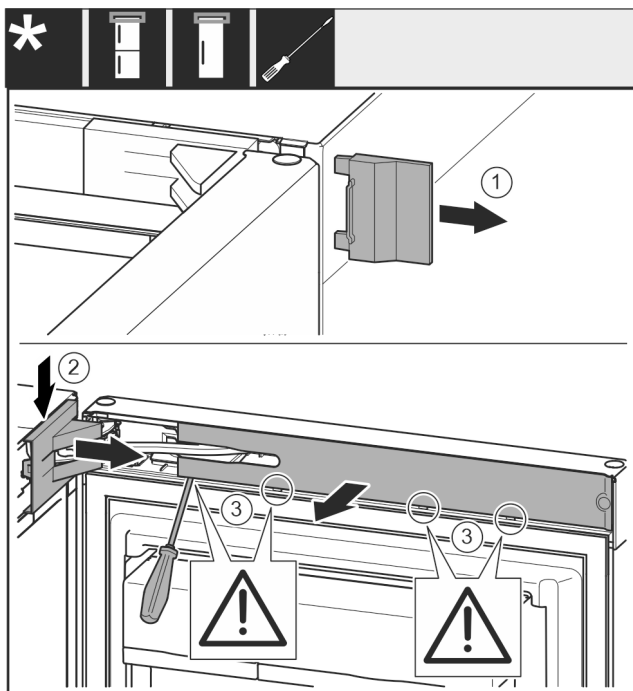

Fig. 9
- Retirer le cache Fig. 9 (1).
- Déloger et désolidariser le cache du support de palier Fig. 9 (2).
- Retirer le cache du support de palier Fig. 9 (2).
- Déloger le cache Fig. 9 (3) au moyen d'un tournevis plat et le faire pivoter sur le côté.